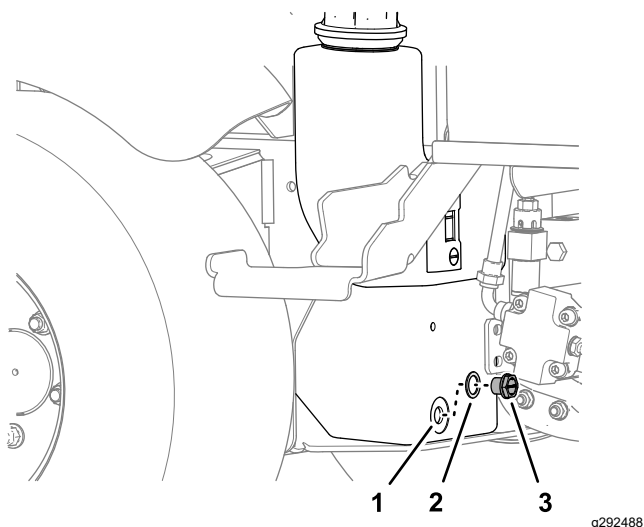

Figure 70
- Placez un bac de vidange sous le réservoir hydraulique, retirez le bouchon de vidange du réservoir et vidangez tout le liquide hydraulique (Figure 70).